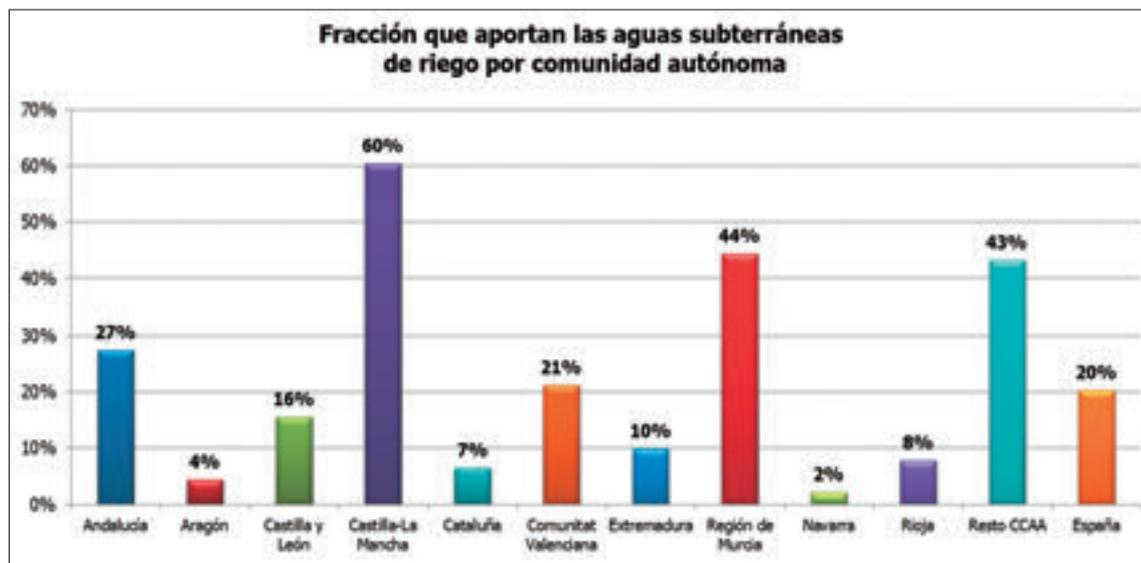

Figura 1. Fracción aguas subterráneas para riego.
**Figura 1.** Ejemplo de testificación geofísica, con la obtención de diferentes parámetros geofísicos (gamma natural, potencial espontáneo, resistencia monoelectrónica y resistividades normales) realizada en un sondeo en ejecución que ha permitido conocer los diferentes acuíferos atravesados durante la perforación y el diseño de la entubación para la mejor colocación de las diferentes zonas filtrantes y de esta forma aumentar la eficiencia de la captación.
autónomas con una importante dependencia de las aguas subterráneas para uso agrícola, entre las que Castilla y León aparece con un 16% (Figura 1).